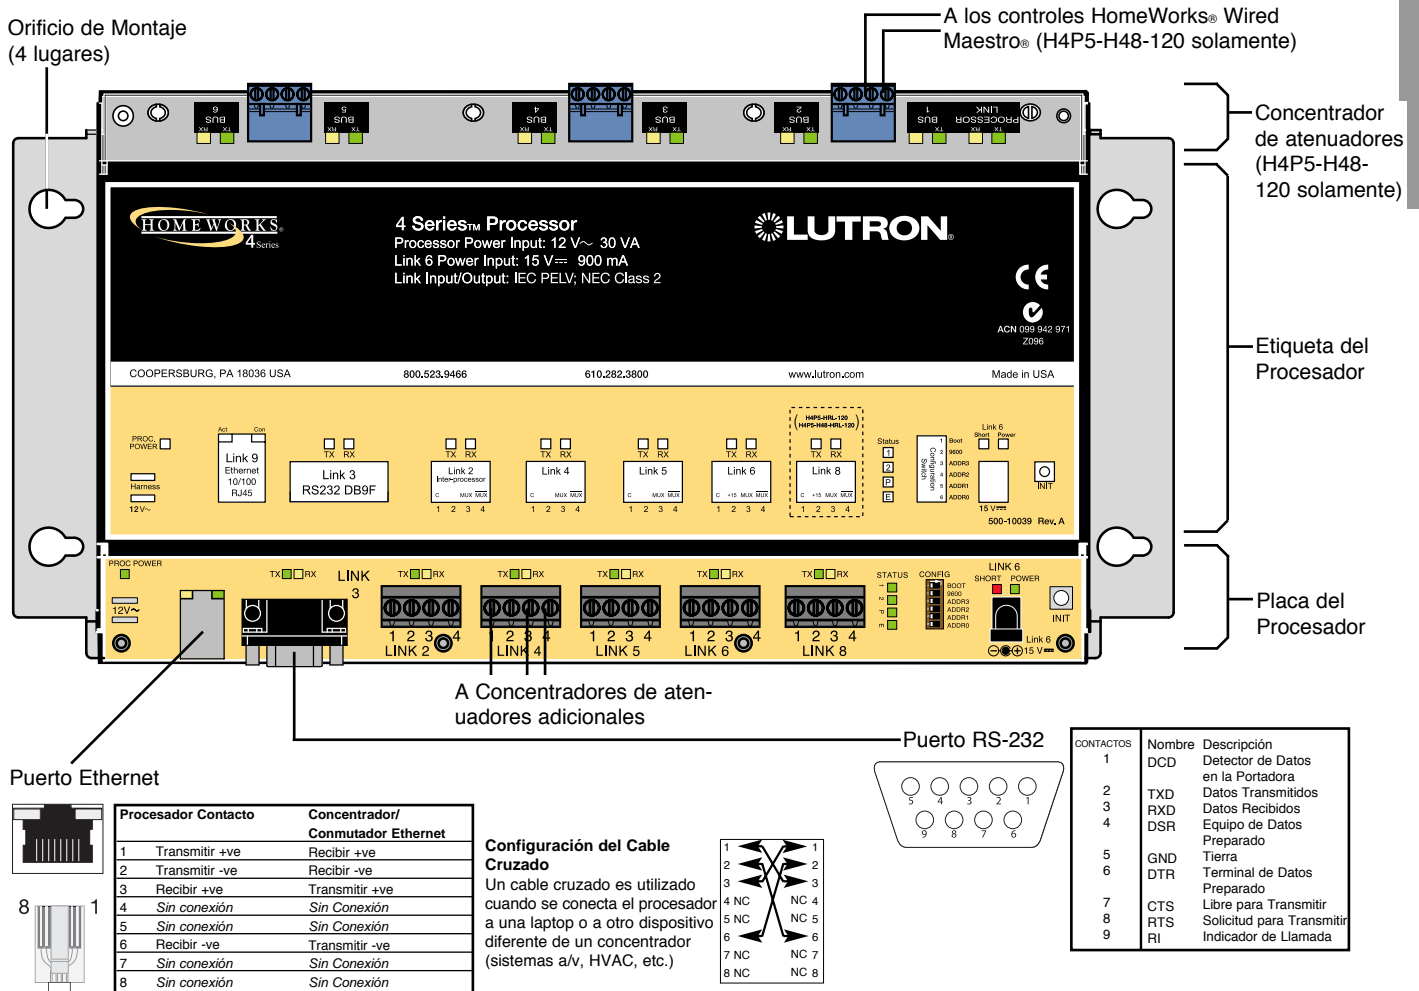

Figura 4 - Procesador 4 Series™
Para los modelos H4P5-H48-120 y H4P5-H48-HRL-120 solamente, conecte el cableado de comunicaciones desde los Atenuadores *HomeWorks Maestro*® al Concentrador de Atenuadores (HWI-H48-120). Vea la Figura 4, página 7. Conecte los buses según la asignación de bus realizada utilizando el software *HomeWorks Illumination*. Las conexiones Gris y Violeta están marcadas en el circuito impreso.
13. Conecte el Vínculo Ethernet. Conecte un conector estándar RJ45 al conector Ethernet del Vínculo 9 del procesador para la programación o las comunicaciones del sistema con otro equipamiento. Un cable cruzado se requiere para la conexión directa a una computadora. Si se conecta en una red, un cable estándar es utilizado (Vea Figura 4, más abajo). El LED naranja (ACT) se iluminará cuando hay alguna señal Ethernet transmitida o recibida en el Vínculo 9. El LED verde (CON) se iluminará cuando el Vínculo 9 se conecta a un concentrador/commutador/enrutador o a una computadora. Para ayudar a la configuración de una laptop que se comunique con el procesador, vea Ayuda en el software *HomeWorks Illumination*.